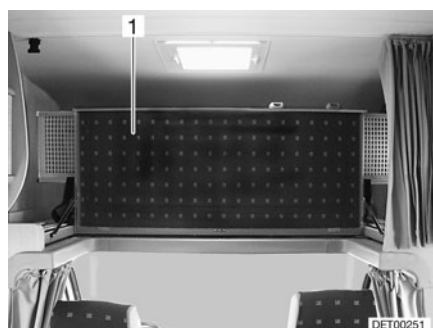

Fig. 78 Cama de alcoba, plegada hacia arriba
- Plegar hacia arriba la cama de alcoba (Fig. 78,1) delante. La cama de alcoba se mantiene en la posición superior mediante resortes por presión de gas.